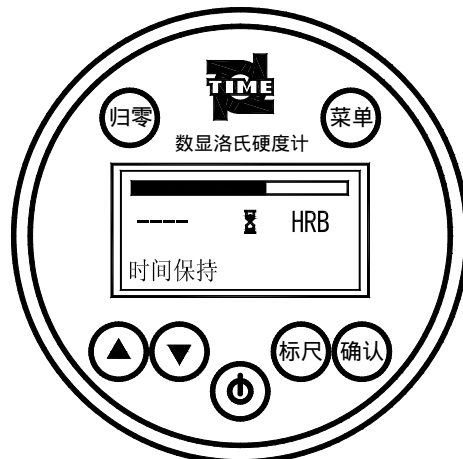

图 5.5 时间保持
- 5.6 将加载手柄推向加载方向，观察指示表进度条开始向左减少至停止所用的时间，并记录，此时屏幕显示“时间保持”（如图 5.5）。如果施加时间不在 3~6 秒范围内，可以通过缓冲器上的油针旋出或旋入程度来调整，旋入时间延长，旋出时间缩短。调整好后将油针锁紧。